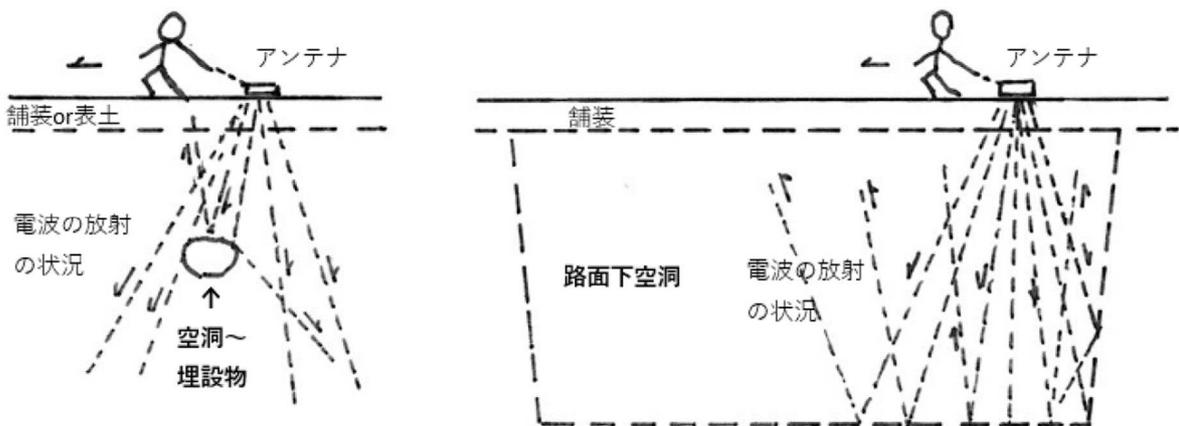

図2. 小規模な対象物の探査と巨大な空洞の探査の場合の相違の説明図
そういう事情なので、今必要なのは「大規模空洞の上に殆ど密着して置かれた、(相対的に)極く小さい地中探査レーダーは、どんな反射映像を観測する事が出来るのか？」を大至急確かめる事だと思います。我々は昭和の終わり頃に東京都の土木研究所が作ってくれた20～60cm角の空洞や管や函渠などの比較的小さなモデルを20～60cmの深さに埋設して、その上で測定を行って、そこで得られた反射映像の色々な変形バージョンが路面下の大空洞でも得られるのだと信じて探査をやって来ましたが、交差点全体が陥没する様な巨大な空洞の場合には、どんな反射映像が観測されるのか、全く調べておりませんので、緊急に確認する必要があると考えます（図2参照）。
2. 直径4～5mのドーム型の空洞の調査とそのステルス性? 平成14年頃に、袖ヶ浦の工場地帯の護岸の近くに造った砂の埋土の吸い出しによる空洞(およそ幅4×5m:深さ2.5m)上で、GSSI社製の500MHzアンテナ(小～中型)とSIR-2000を使って、地中レーダー探査を行いました。この空洞の頂上部には直径1m弱の陥没穴が空いていましたので、この穴の上に矢板を渡して、上から大きさを観測すると共に、この矢板の上を通して、アンテナをロープで引っ張り、距離モードで測定を行いました。こうして測定した反射映像(図2)は驚くべきものでした。頂上部の陥没穴の所だけに強い繰り返し反射が発達して、この周りには弱い水平の反射がみられるだけでした。ドーム型の形を示唆する反射は殆ど見られませんでした。